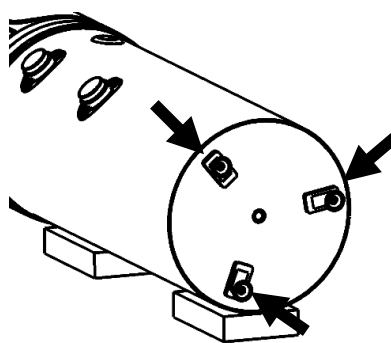

Fig. 2c;
- Montar los elementos de soporte ajustables en el aparato \* fig. 2c